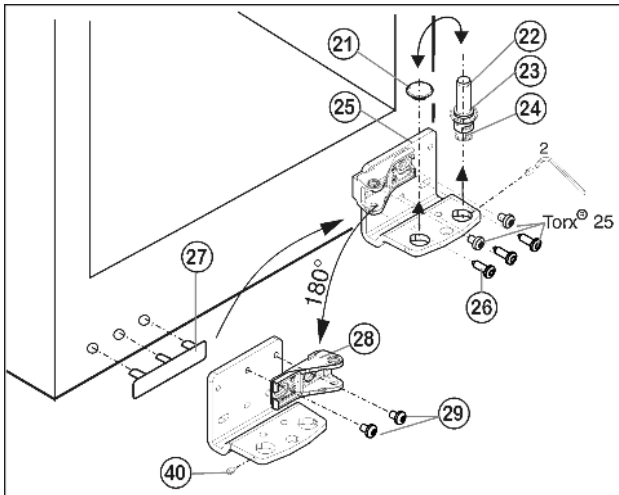

Fig. 7
- ▶ Svitare di circa 1 giro la vite di fermo Fig. 7 (40) con la chiave a brugola in dotazione.
- ▶ Togliere completamente il perno di supporto Fig. 7 (22) con lo spessore Fig. 7 (23) e il piedino di regolazione Fig. 7 (24), estrarre tirando verso l'alto.
- ▶ Togliere il tappo Fig. 7 (21).
- ▶ Smontare il blocco di supporto Fig. 7 (25).
- ▶ Svitare completamente la vite di arresto Fig. 7 (40) e avvitarla sul lato opposto nel blocco di supporto, finché non è a filo con il blocco di supporto.
- ▶ Svitare l'elemento di supporto Fig. 7 (28) e fissarlo di nuovo internamente ruotato di 180°.
- ▶ Inserire nuovamente il tappo Fig. 7 (21) nell'altro foro.
- ▶ Staccare la copertura lato maniglia Fig. 7 (27) facendo attenzione e spostarla sul lato opposto.
- ▶ Fissare nuovamente il blocco di supporto Fig. 7 (25) sul nuovo lato cerniere, eventualmente servendosi di un avvitatore a batteria a 4 Nm.
- ▶ Inserire nuovamente il perno di supporto Fig. 7 (22), con lo spessore e il piedino di regolazione.
- ▶ Serrare la vite di fermo Fig. 7 (40).
- ▶ Appoggiare la porta dall'alto sul perno di supporto in basso Fig. 7 (22).
- ▶ Se necessario, allineare la porta sopra le due asole nel blocco di supporto in basso Fig. 7 (25) a filo con l'involucro dell'apparecchio. Svitare la vite centrale.